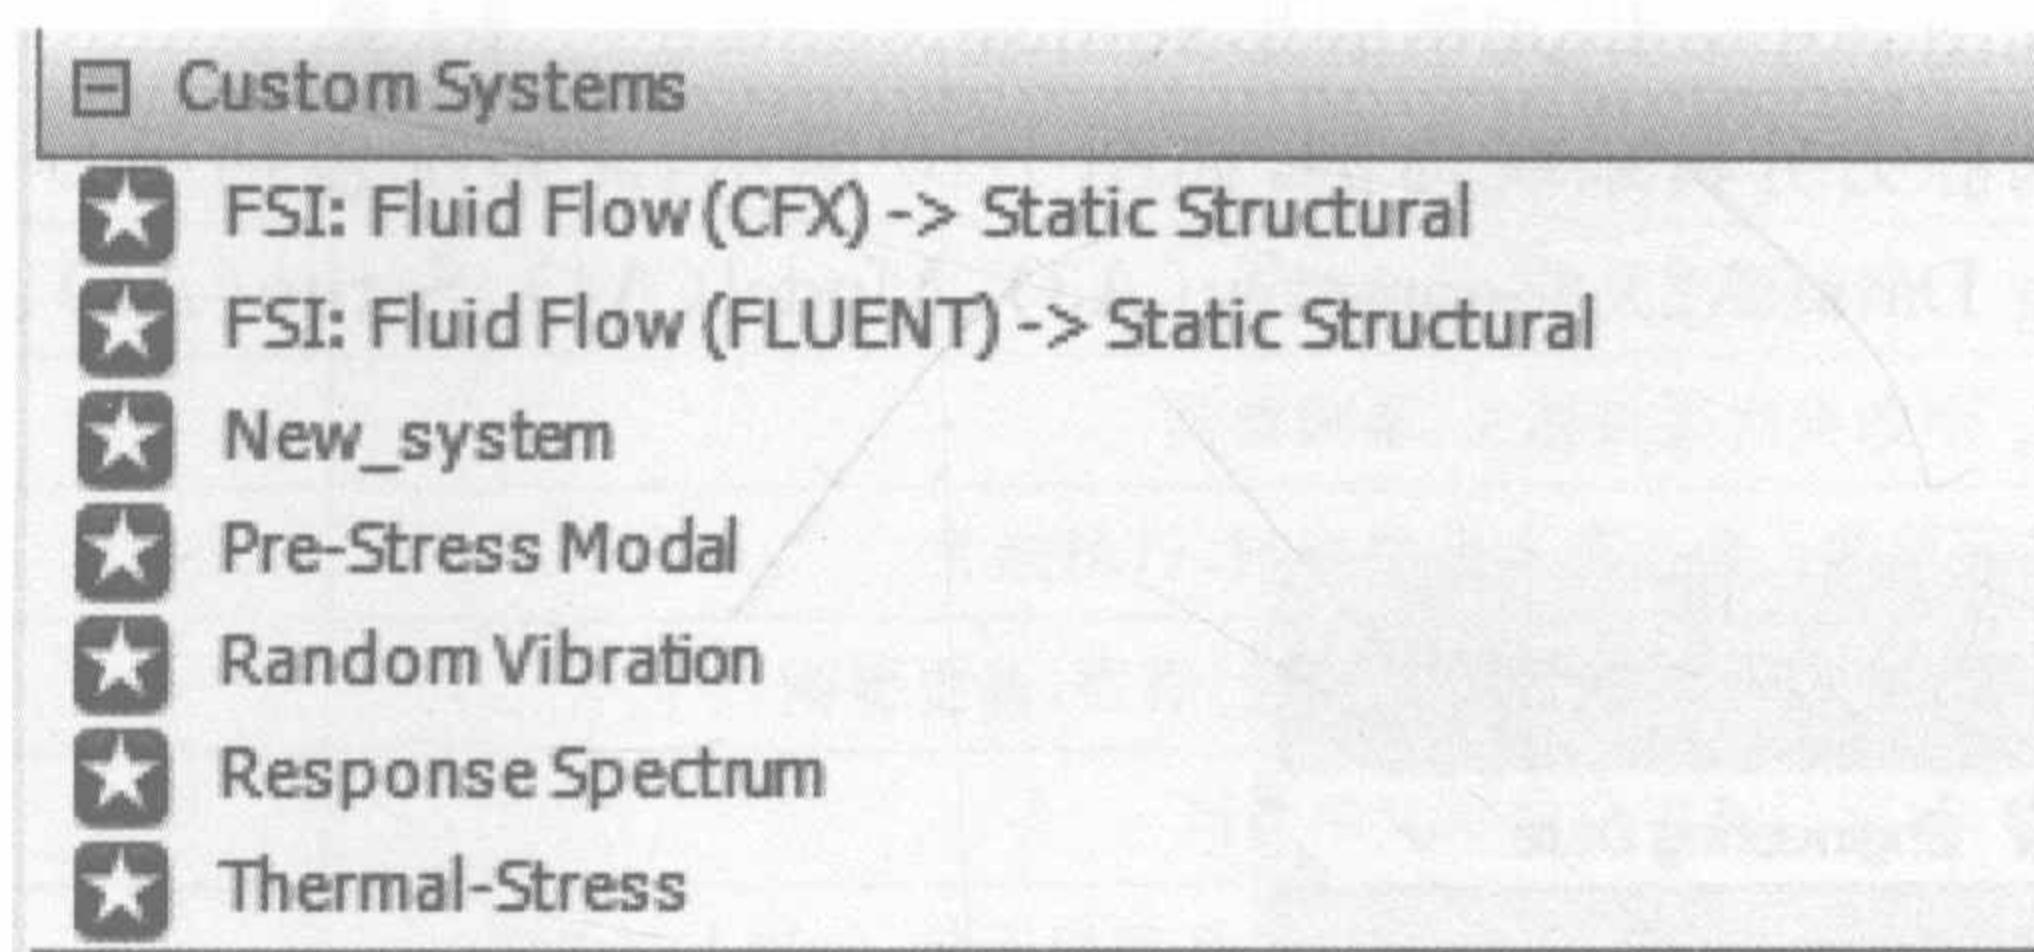

图 1-8 用户流程添加到 Custom Systems 列表
2) 在弹出的 Add Project Template 中输入模板系统的名称, 在图中为 New_system, 按 OK 按钮, 在 Workbench 左侧 Toolbox 的 Custom Systems 中出现一个名为 New_system 的用户系统, 如图 1-8 所示。
(4) Design Exploration